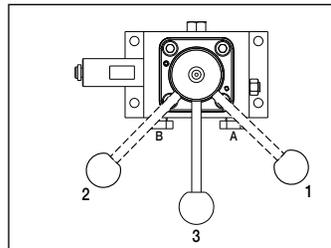

Figura 8
(Véase figura 8)
4. Girar la maneta de control de la válvula a la posición neutral/retención ("3") (consultar figura 8 para posiciones de la válvula).